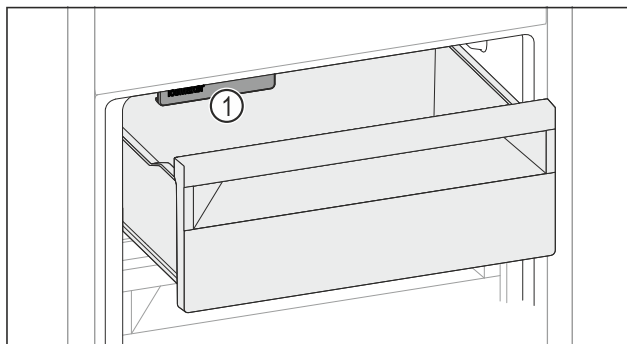

Fig. 142
- Uwzględnić IceMaker Fig. 142 (1).